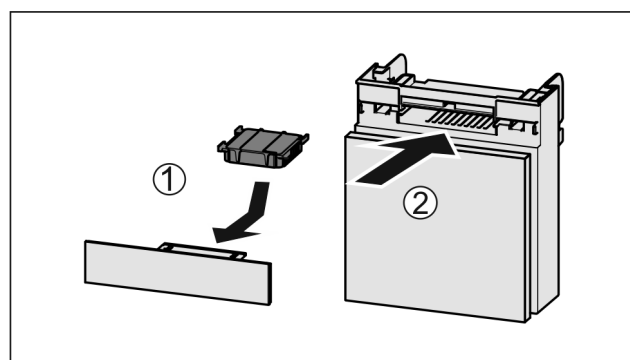

Fig. 37
- ▶ Filtr s aktivním uhlím vložte podle vyobrazení Fig. 37 (1).
- ▶ Zásuvku zasuňte Fig. 37 (2).